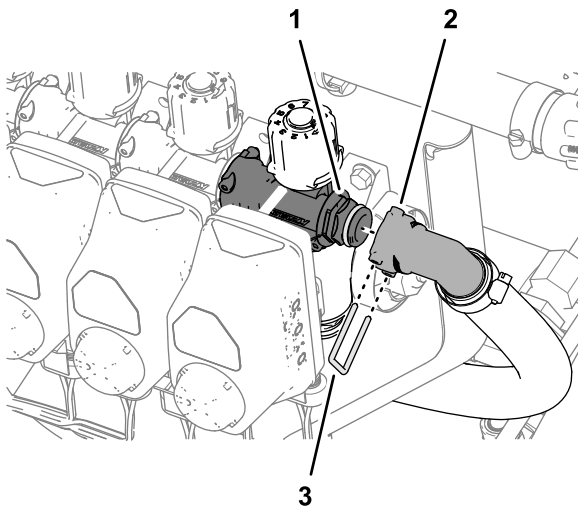

Bild 112
2. Befestigen Sie das Schnellanschluss-Anschlussstück des Überlaufschlauchs am Schnelltrennanchlussstück des Sicherheitsventils am Düsenventil 10 (Bild 112).
3. Befestigen Sie die Schnelltrennanchlussstücke für den Überlaufschlauch und das Sicherheitsventil mit dem Halter (Bild 112).